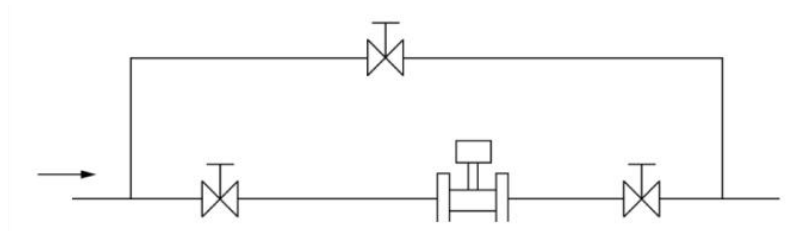

图 8 旁通管道示意图
- 4) 如需断流检查与清洗传感器，应设置旁通管道如图 8 所示。